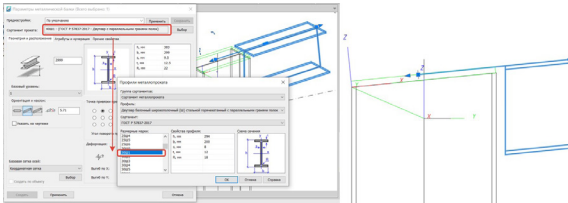

Рис. 38. Изменение сечения балки
**Изменение сечения балки.** Выбираем (выделяем) балку и в диалоговом окне *Создание металлической балки* изменяем ее сечение (рис. 38). Пластина осталась на том же уровне, изменилось только положение "нулевой" точки узла. Вывод: "работает".